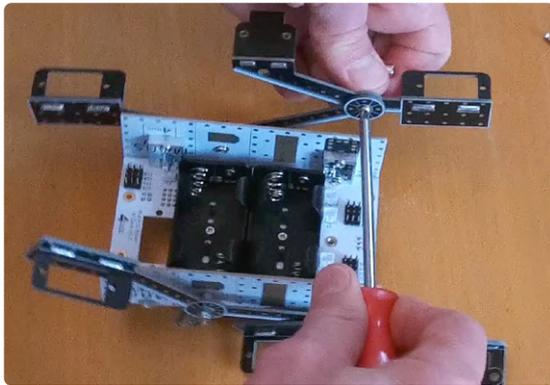

Bild 2. Alle Servoanschlüsse sind gleich ausgerichtet, eindeutig beschriftet und die Servodrähte farblich gekennzeichnet. Braun ist GND, gelb ist SIG (Signal).
- Alle Servoanschlüsse sind in der gleichen Weise ausgerichtet. Sie sind eindeutig beschriftet, und die Servodrähte sind farblich gekennzeichnet (**Bild 2**). Braun ist GND und gelb ist SIG (Signal). Notieren Sie sich die Nummer jedes Servos (SVx), wenn Sie das Programm *servoTest* ausführen.